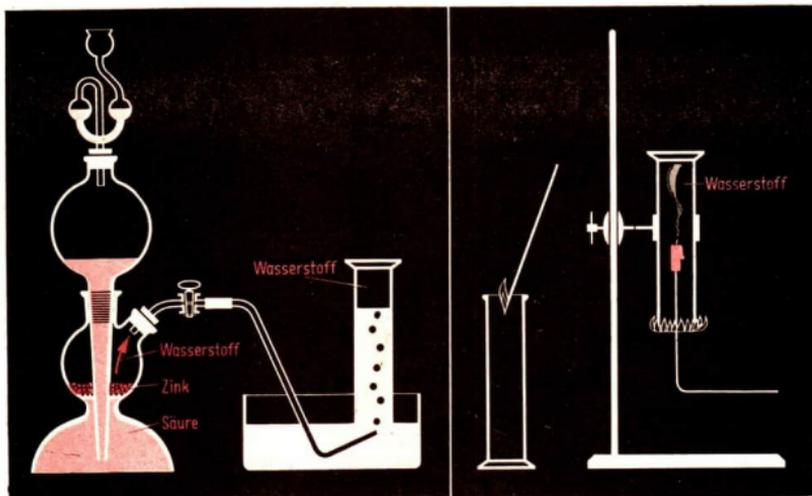

Abb. 45 Im Kippschen Apparat steigt bei geöffnetem Hahn Säure zum Zink, und es bildet sich Wasserstoff.
**Vorsicht!** In einem Kippschen Gasentwickler läßt man Zink und eine Säure (z. B. Salzsäure) aufeinander einwirken. Der entweichende Wasserstoff wird in Standzylindern pneumatisch aufgefangen (Abb. 45).
Im Laboratorium stellt man Wasserstoff meist durch Reaktion von Zink oder einem anderen Metall mit einer Säure her (Experiment 39). Man benutzt dazu den Kippschen Gasentwickler (Abb. 45). Mit Hilfe dieses Gerätes ist es möglich, die Reaktion nach Bedarf in Gang zu setzen und zu unterbrechen. ① ②
- ① Was geschieht, wenn der Hahn des Kippchen Gasentwicklers (Abb. 45, S. 69) geschlossen wird?
- ② Wie wird das pneumatische Auffangen eines Gases vorbereitet? Welche Geräte werden dazu benötigt?
- ③ Nach längerer Zeit entweicht Wasserstoff auch aus einem offenen Standzylinder, dessen Öffnung nach unten zeigt. Gib dafür eine Erklärung!
- ④ Berechne, wievielfach so groß die Masse eines Liters Luft (1,293 g) im Vergleich zur Masse eines Liters Wasserstoff ist!
- ⑤ Welches Ergebnis wäre zu erwarten, wenn beim Experiment 40 (↗ S. 69) statt der Kerze ein brennender oder glimmender Span in Wasserstoff gebracht würde?
- ⑥ Drei mit Glasplatten abgedeckte Standzylinder sind mit Stickstoff, Wasserstoff beziehungsweise Sauerstoff gefüllt. Wie kann man die Zylinder herausfinden, die Sauerstoff beziehungsweise Wasserstoff enthalten? Werte dazu die Tabellen 3 (↗ S. 40) und 6 aus!
- ⑦ Erläutere die Formel von Wasser mit Hilfe der Wertigkeiten!
- ⑧ Wieviel Gramm Sauerstoff und wieviel Gramm Wasserstoff braucht man zur Herstellung von 1 Mol Wasser?
- ⑨ Wieviel Gramm Sauerstoff werden zur Verbrennung von 1,5 g Wasserstoff benötigt? Wieviel Gramm Wasser entstehen dabei?